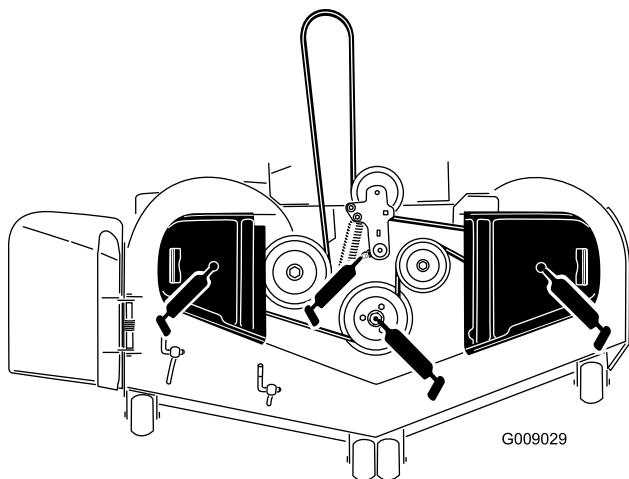

Figura 41
3. Engrase el pivote de la polea tensora de la plataforma del cortacésped hasta que salga grasa por el extremo inferior (Figura 41).
4. Engrase los puntos de engrase de los laterales de los 3 ejes hasta que salga grasa del extremo inferior (Figura 41).
5. Engrase el brazo tensor de la correa de transmisión (Figura 41).